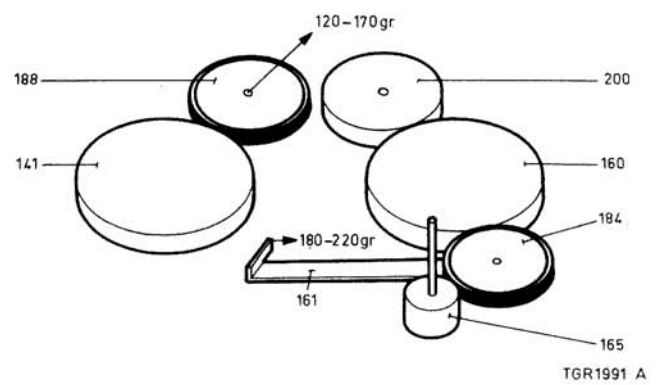
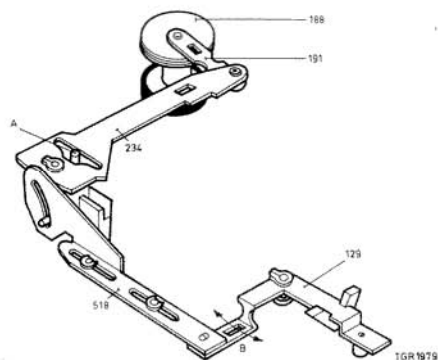
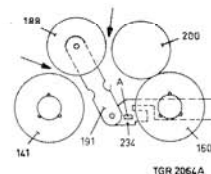
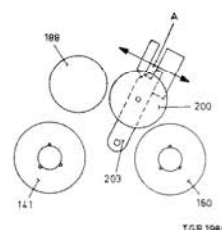

Fig. 25
Fig. 26
Fig. 27
Fig. 28
#### Controle van de aandrukkracht van tussenwiel pos. 184 tegen de rechter spoelschotel pos. 160, zie fig. 25
De kracht nodig om tussenwiel pos. 184 juist van de rechter spoelschotel en het vliegwieltje te lichten moet 180 tot 220 g be- dragen. Dit meten op beugel pos. 161, zie fig. 25. Wijkt deze kracht te veel af dan moet veer pos. 159 vervangen worden.
#### Instelling beugel pos. 129, zie fig. 26
- Beugel pos. 129 moet nu zodanig worden ingesteld, dat nokje A op beugel pos. 190 zich juist in het midden bevindt van de opening in beugel pos. 234 (zie fig. 26).
- Dit is in te stellen door met behulp van een schroevendraaier (welke in slobgat B wordt gestoken) beugel pos. 129 te ver- buigen.
#### Instelling van het tussenwiel pos. 188, zie fig. 27
- Tussenwiel pos. 188 moet nu zodanig worden ingesteld dat deze zich juist in het midden bevindt t.o.v. de linker spoel- schotel pos. 141 en tussenwiel pos. 200. (Tussenwiel pos. 200 moet tegen de rechter spoelschotel pos. 160 aanliggen.) Dit is in te stellen door met behulp van een schroevendraaier beugel pos. 234 te verbuigen.
- De kracht nodig om tussenwiel pos. 188 juist van de linker spoelschotel te lichten in de stand "rewind" moet tussen de 120-170 g bedragen.
- Dit meten op het asje van tussenwiel pos. 188, zie fig. 25.
- Wijkt bovengenoemde waarde te veel af dan moet veer pos. 186 vervangen worden.
#### Instelling van het tussenwiel pos. 200, zie fig. 28
- Tussenwiel pos. 200 moet zodanig worden ingesteld dat deze zich juist in het midden bevindt t.o.v. de rechter spoelschotel pos. 160 en tussenwiel pos. 188. (Beugel pos. 203 moet tegen lip A op het chassis aanliggen.)